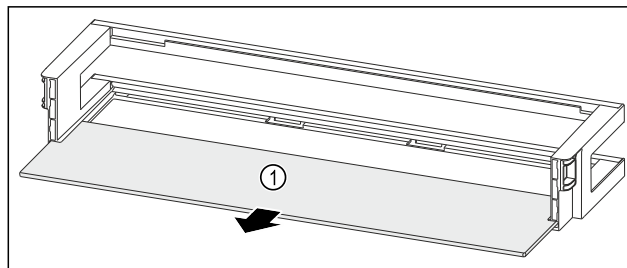

Fig. 239 Дверная полка со съёмной полкой
- ▶ Извлеките съёмную полку Fig. 239 (1).